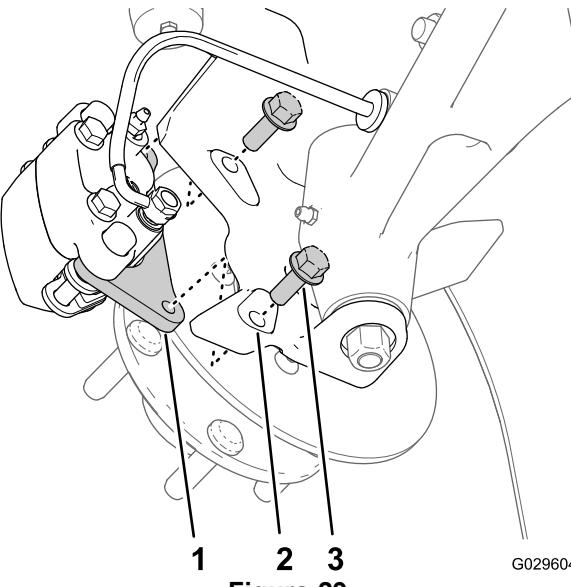
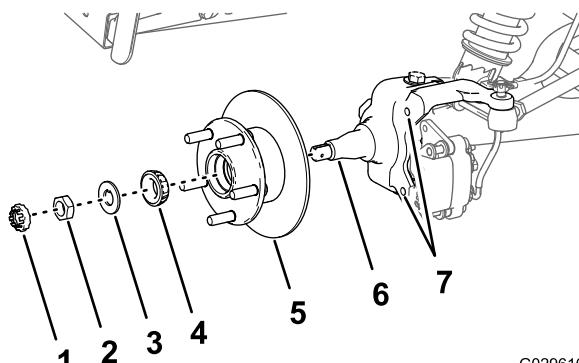

Figura 29
Figura 33
3. Retire os parafusos de cabeça flangeada (3/8 x 1 pol.) que prendem o suporte para o conjunto dos travões ao eixo e afaste o travão do eixo (Figura 29).
1. Aplique uma leve camada do lubrificante especificado no eixo (Figura 33).
2. Monte o cubo e o rotor no eixo com o rotor interior (Figura 33).
3. Monte o rolamento exterior no eixo e coloque o rolamento na correia exterior (Figura 33).
4. Monte a anilha com patilha no eixo (Figura 33).
5. Enrosque a porca do eixo no eixo e aperte a porca enquanto roda o cubo (Figura 33).
2. Aline as pastilhas dos travões com cada lado do rotor (Figura 29) e os orifícios no suporte da pinça com os orifícios na montagem dos travões da estrutura do eixo (Figura 33).
3. Monte o suporte da pinça na estrutura do eixo (Figura 29) com os 2 parafusos de cabeça flangeada (3/8 x 1 pol.) e aperte os parafusos com 47 a 54 N·cm.